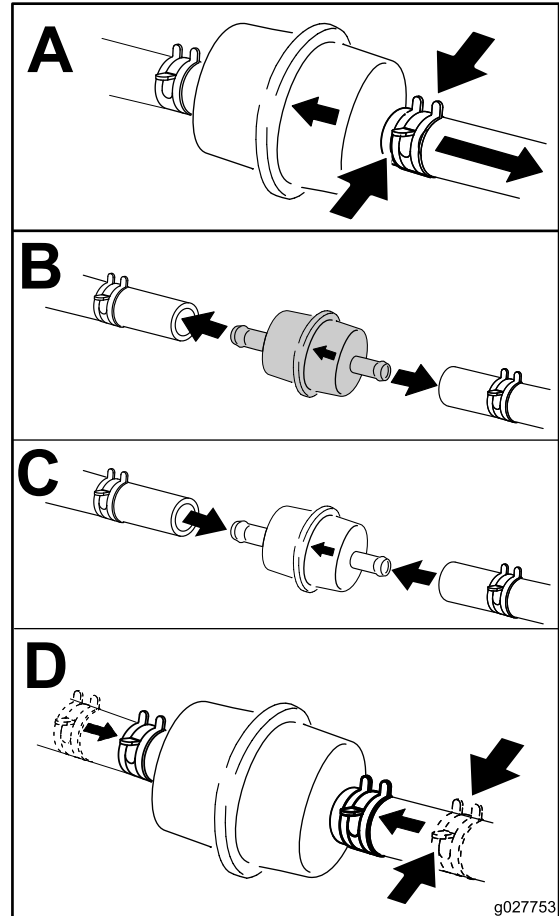

Figure 31
3. Remplacez le filtre à carburant comme montré à la Figure 31.